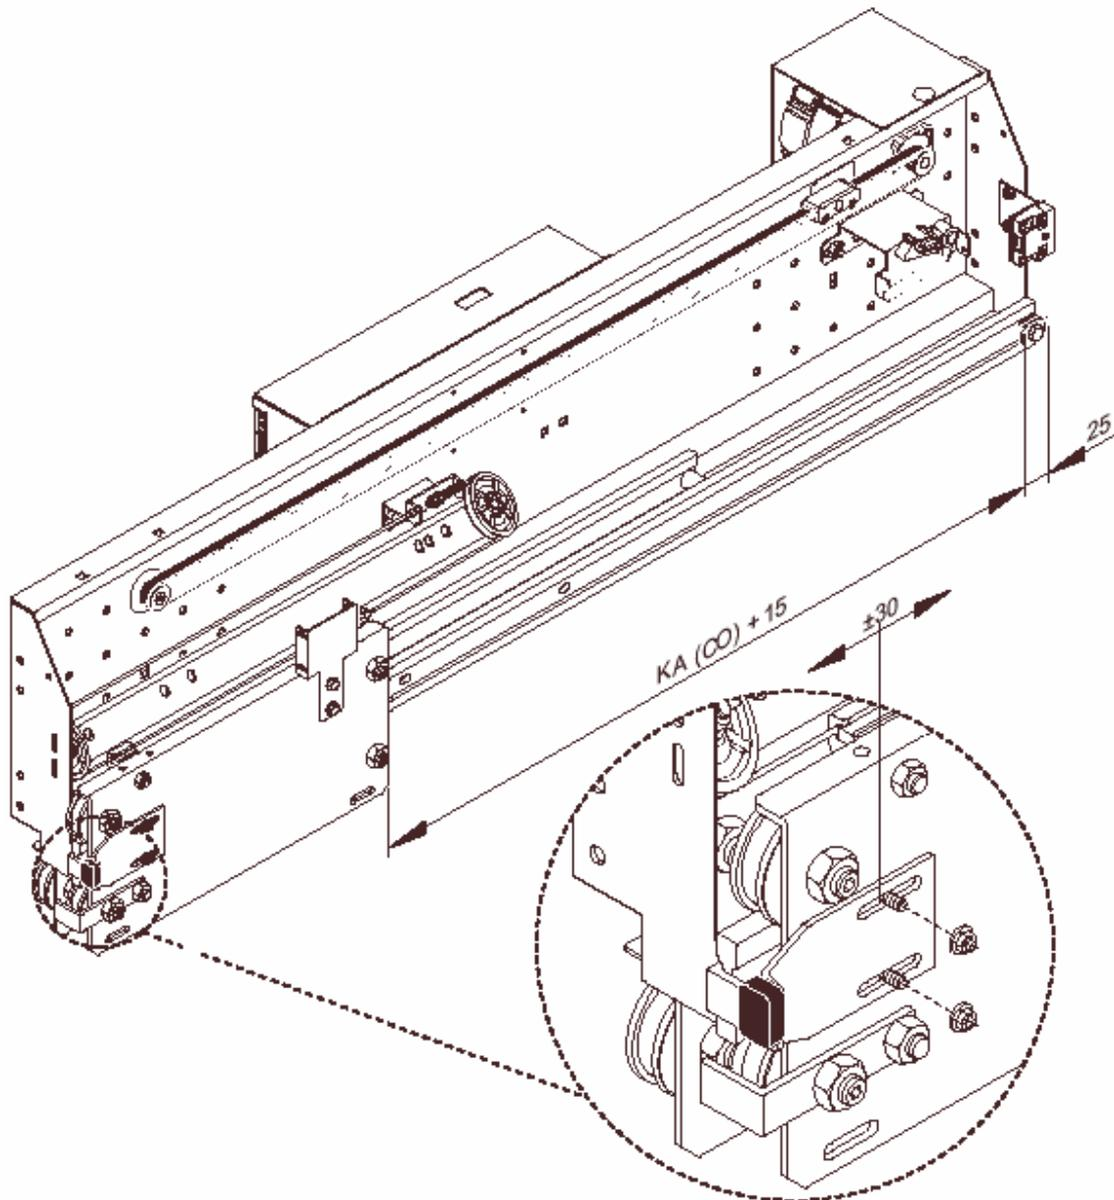

Рис. 4
- С помощью прорезей в регулировочных пластинах держателей отрегулировать свободный ход дверей. (Рис. 4).